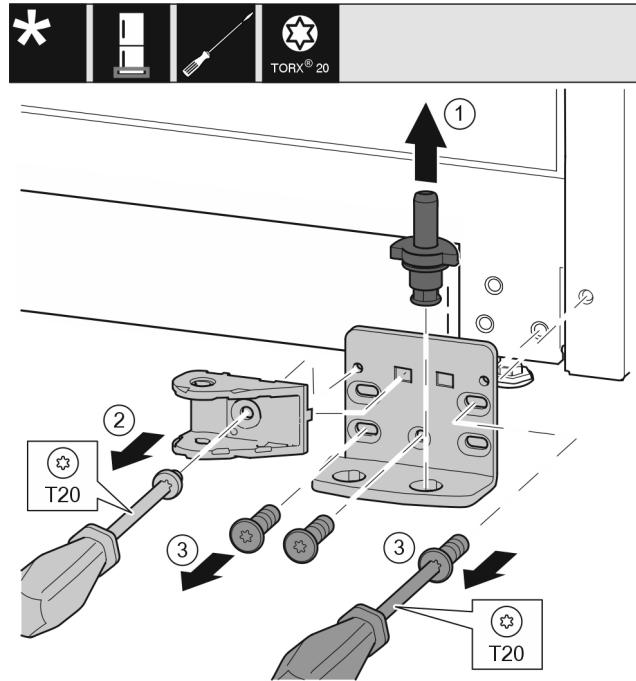

Fig. 34 *
- Lagerbolzen komplett nach oben herausziehen. Fig. 34 (1)*
- Schraube mit Schraubendreher T20 herausdrehen und Schließdämpferverbindung abnehmen. Fig. 34 (2)*
- Schrauben mit Schraubendreher T20 herausdrehen und Lagerbock abnehmen. Fig. 34 (3)*